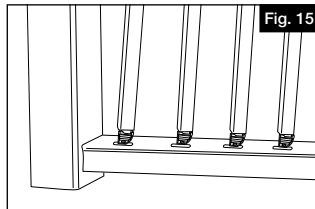

Fig. 15
- a. Insérez un balustre (E) dans chaque fente de la lisse basse (B) (Figure 15). Les adaptateurs de balustre sont préinstallés sur les balustres pour faciliter l'assemblage. Alignez les adaptateurs de balustre inférieurs dans la même direction quand vous les installez sur la lisse basse. Ainsi les balustres pencheront dans la même direction et faciliteront l'installation du longeron supérieur pré perforé.